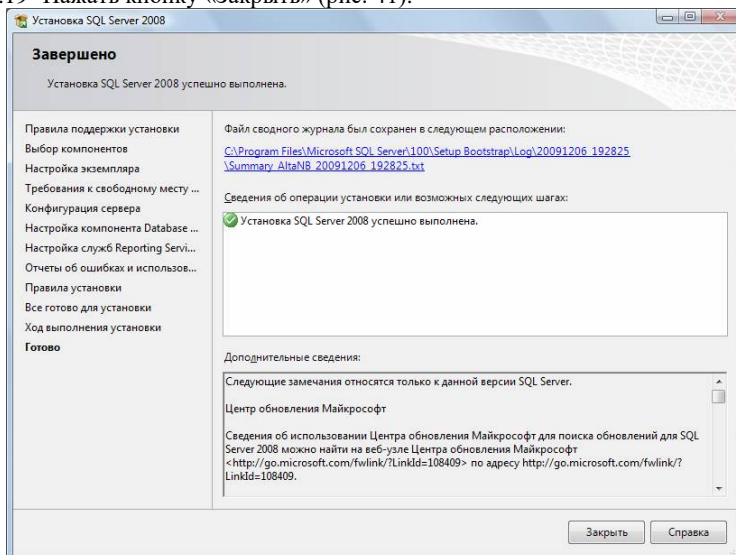

рис. 41
2.19 Нажать кнопку «Заккрыть» (рис. 41):